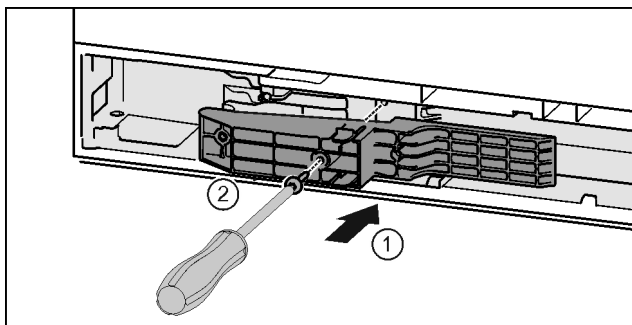

Fig. 36 *
- ▶ Prilagodilnik na strani z ročajem vstavite v odprtino. Fig. 36 (1)*
- ▶ Trdno privijte vijake z izvijačem T15. Fig. 36 (2)*